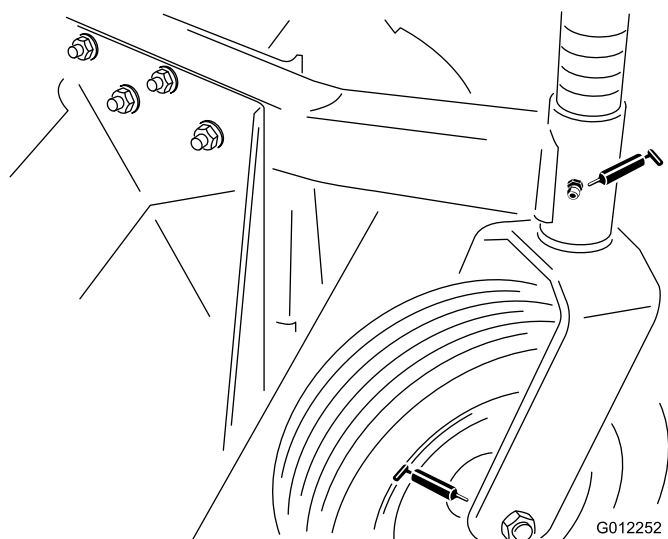

Figure 17
- Bagues de pivot de roue pivotante – 1 sur chaque (Figure 17)
- Roulements de roues pivotantes – 1 sur chaque (Figure 17)